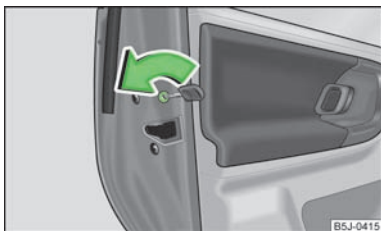

Fig. 10
- Girar con la llave del vehículo la ranura en la puerta trasera en sentido de la flecha » fig. 10.